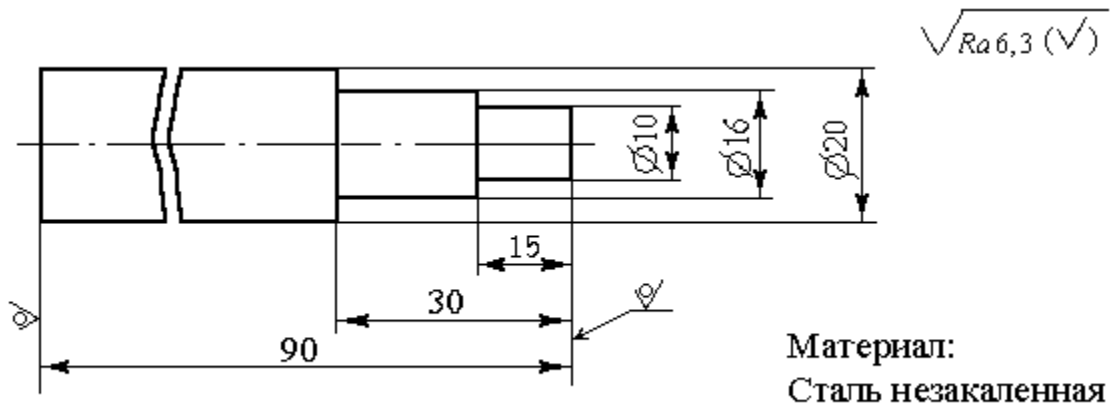

Рисунок 3.12
5. Выполнить эскиз технологической схемы многорезцовой токарной обработки для случая инструментальной наладки по длине наименьшей ступени вала (рисунок 3.12).